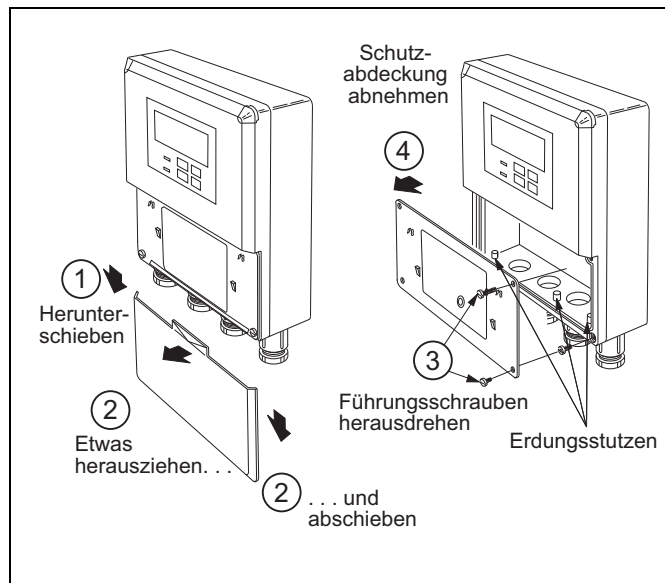

Abb. 3.3 Zugang zu den Klemmen – Wandmontierte Geräte
- Der/die Erdungsstifte werden für die Erdung der Sammelschiene am Messumformergehäuse angebracht – siehe Abb. 3.3 oder 3.4. Es wird auch empfohlen, die Einlassverschlauchung zu erden..
Hinweis. Einzelheiten zu den Anschlussklemmen können der Abb. 3.3 entnommen werden.